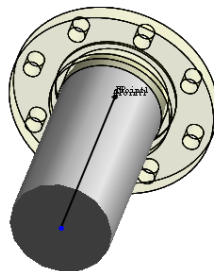

图 18-89 添加到线路
④ 用右键单击 CPoint1<连接点 1>，然后在弹出的快捷菜单中选取“添加到线路”。管道的端头从法兰延伸，如图 18-89 所示。